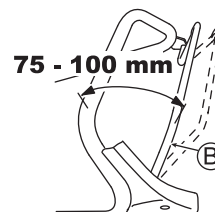

Fig. 26
Réglez de telle façon que la machine fonctionne (l'embrayage s'engage) lorsque la distance entre le Levier d'embrayage (B) et la poignée est de 75 - 100 mm ainsi qu'illustré dans la Fig. 26.